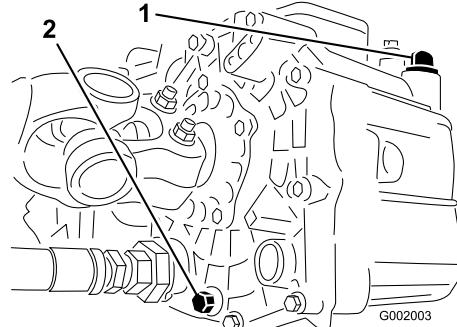

Figura 67
3. Retire o bujão de escoamento da parte lateral do reservatório e deixe o fluído hidráulico escorrer para o recipiente (Figura 67).